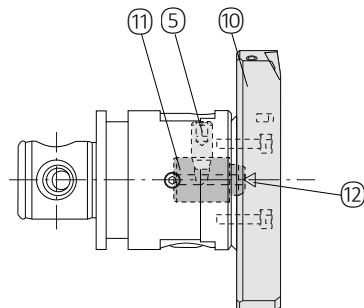

Bild 4
**Kerzbahnschiene mit Kühlschmierstoff-Übergabestück (Bild 4)**